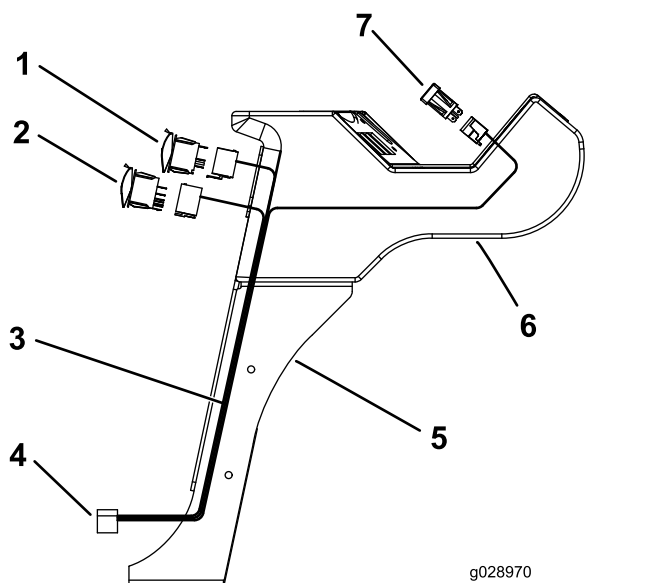

Figura 23
3. Pase el extremo más largo del cable del conector por debajo del brazo de control (Figura 23).